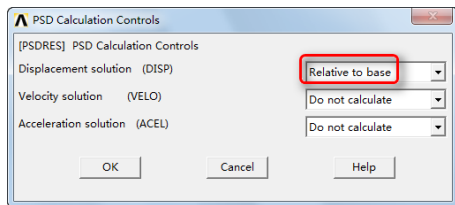

图 13-60 “PSD Calculation Controls”对话框
⑨ 设置结果输出: Main Menu > Solution > Load Step Opts > Spectrum > PSD > Calc Controls, 弹出“PSD Calculation Controls”对话框, 如图 13-60 所示, 在“Displacement solution (DISP)”后面的下拉列表中选择“Relative to base”, 单击“OK”按钮接受其